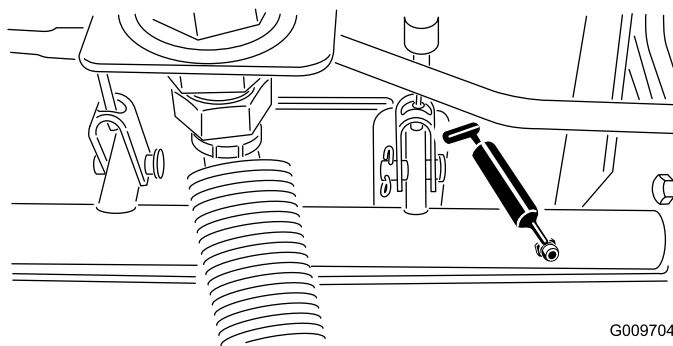

Figura 64
- Rolamentos articulados do eixo do travão (5) (Figura 64)